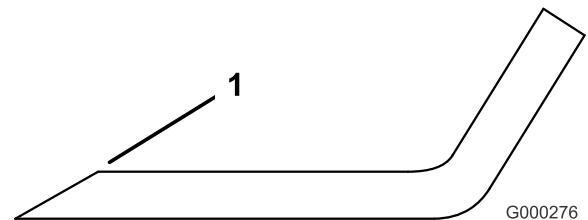

図 87
3. 全部のブレードの切っ先を丁寧に点検する。切っ先が鈍くなっていたり欠けていたりした場合には研磨する。研磨は刃先の上面だけに行い、刃の元々の角度を変えないように十分注意する図 87。ブレードの左右を均等に削れば、バランスを狂わすことなく研磨を行うことができる。